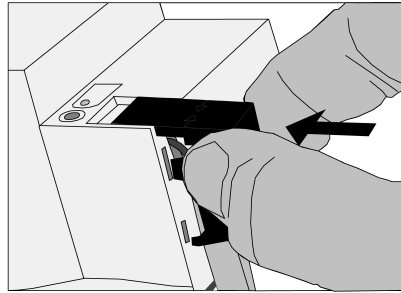

Figura 4: Applicazione della calotta di copertura
- Applicare la calotta di copertura sul morsetto del bus e farla scattare in posizione (Vedi figura 4).